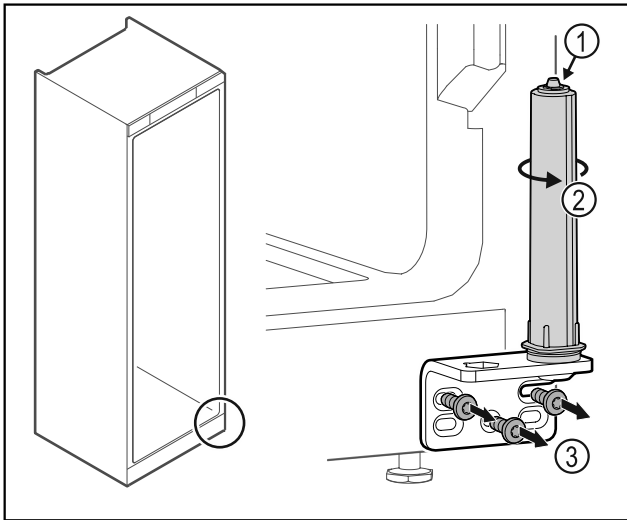

Fig. 39
- Μην αποσυναρμολογείτε το σύστημα κλεισίματος πόρτας Fig. 39 (1).
- ▶ Περιστρέψτε το σύστημα κλεισίματος Fig. 39 (2), μέχρι να κάνει κλικ.
- ▶ Ξεβιδώστε τη γωνία μεντεσέ Fig. 39 (3).